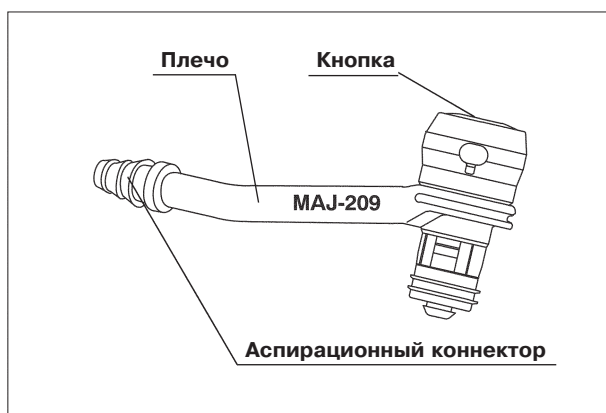

Рис. 3.4
3. Проверьте аспирационный клапан на предмет наличия трещин и других повреждений (см. рис. 3.4).